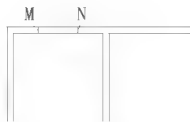
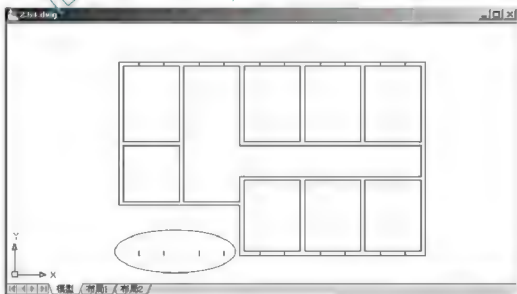

图 2.62 绘制窗洞口线
图 2.64 用【阵列】命令生成窗洞口线
(3) 用【偏移】命令将刚才绘制的垂直线 M 向右偏移窗洞口的宽度“1500”，则生成窗洞口右侧的 N 线，结果如图 2.62 所示，
② 单击【阵列】对话框左上角的【选择对象】按钮，此时【阵列】对话框消失。然后选择图 2.62 中的 M、N 线后按 Enter 键，返回对话框。单击【确定】按钮关闭对话框，结果如图 2.64 所示。
(2) 将图 2.64 中圆圈所圈定的四根短竖线擦除。